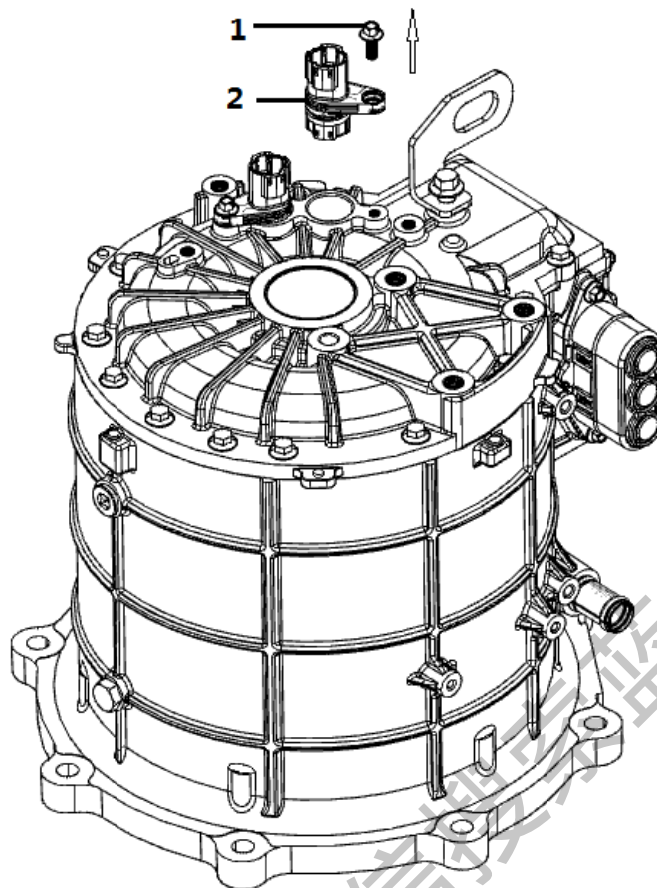

图2
① 用扳手将M6*10六角头螺栓(1)扭下来。
② 将旋变接插件(2)取出来,斜口钳将旋变接插件中间部分取下。
③ 取新的旋变接插件连上旋变引线端插件,在旋变接插件装配面涂上一层润滑油,箱体配合孔也涂上一层润滑油。再将旋变接插件插入后箱体配合孔内。最后将M6*10六角头螺栓(1)扭上,扭力为12 N·m。见图2。